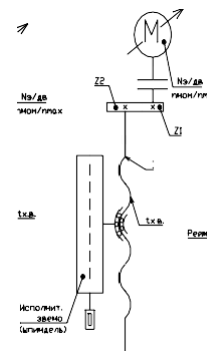

Рис. 2
**11.Какая передача используется в приводе подач (Рис. 2) для преобразования вращательного движения в поступательное?**
15. Составьте уравнение кинематического баланса по схеме на рис. 2.
16. Определите скорость подачи шпинделя (см. рис. 2) в мм/об. при  $n_{\text{шп}} = 2000 \text{ мин}^{-1}$ ,  $n_3 = 1000 \text{ мин}^{-1}$ ,  $Z_1 = 20$ ,  $Z_2 = 50$ , шаге ходового винта  $t_{\text{х.в.}} = 10 \text{ мм}$  и числе заходов винта  $k = 1$ .